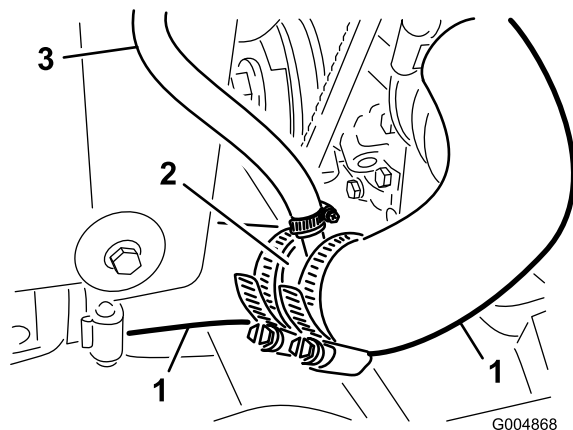
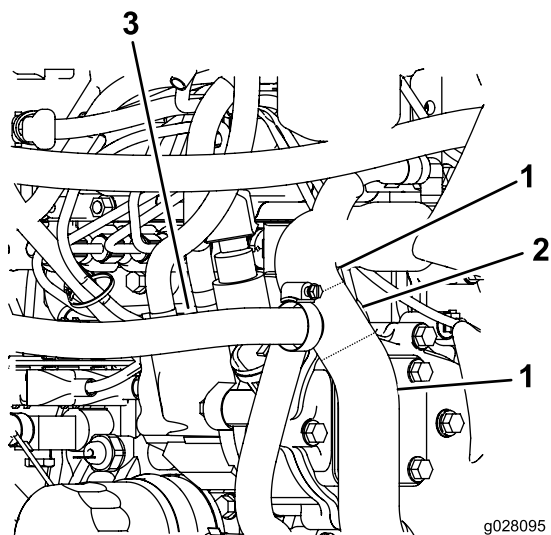

Figura 12
Figura 13
10. Instale o encaixe em T nos tubos e fixe com as braçadeiras de tubo, conforme indicado na Figura 12 e Figura 13.
11. Ligue a extremidade solta da mangueira de retorno ao novo encaixe em T no tubo do radiador (Figura 12).